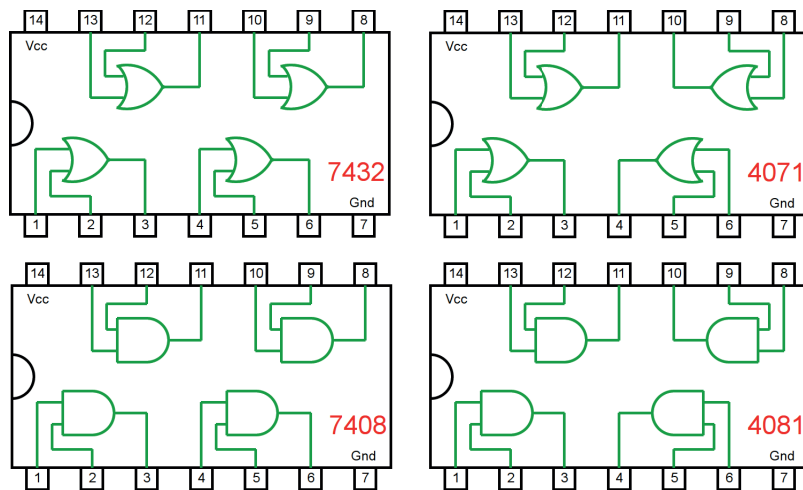

Figura 4.23 – Circuitos integrados TTL e CMOS.
- a) Coloque os circuitos integrados (TTL e/ou CMOS da figura 4.23) nas posições indicadas.
- d) Conecte os fios verdes. Os fios verdes estão conectados ao terra e portanto fornecendo valor lógico (0) às entradas de todas as portas do CI.